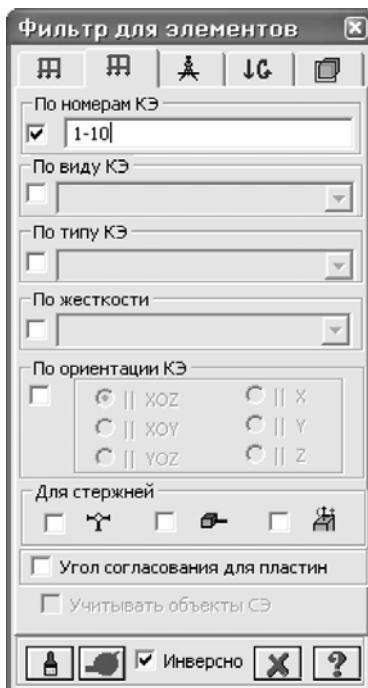

Рис.8.18. Диалоговое окно
- Смените номер текущего загружения, вызвав диалоговое окно **Активное загружение** (рис. 8.18) с помощью меню **Нагрузки ⇒ Выбор загружения** (кнопка на панели инструментов).